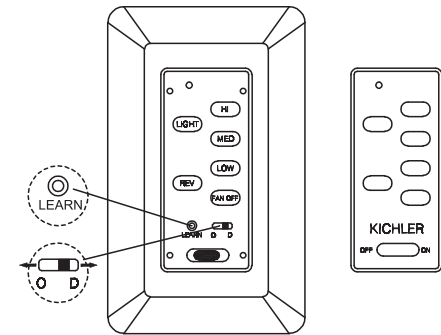

Fig. 21
**Étape 1.** Une fois l'installation terminée, appuyez sur le bouton « LEARN » et maintenez-le enfoncé pendant 3 secondes dans les 30 secondes suivant la mise sous tension. Le ventilateur s'allumera à vitesse moyenne et la lumière (si installée) s'allumera. Cela confirme que le paramètre « SMART SYNC » est actif et ok. (Fig. 21)